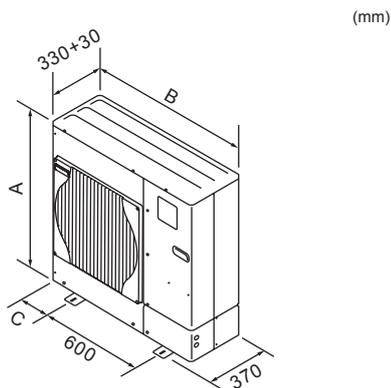

Fig. 2-1
2.2. Dimensioni (Unità esterna) (Fig. 2-1)